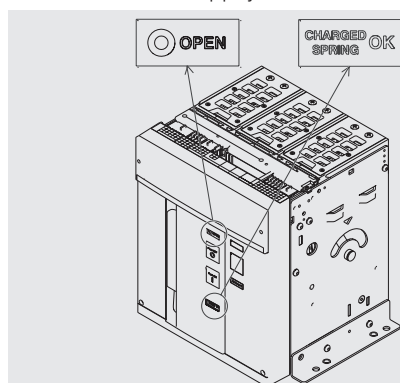

Figure 72
3. Contrôler que le disjoncteur soit ouvert (indicateur ouvert/fermé "O - OPEN"), et contrôler que les ressorts sont bandés (indicateur ressorts "jaune - CHARGED SPRING") comme indiqué dans la Figure 72.